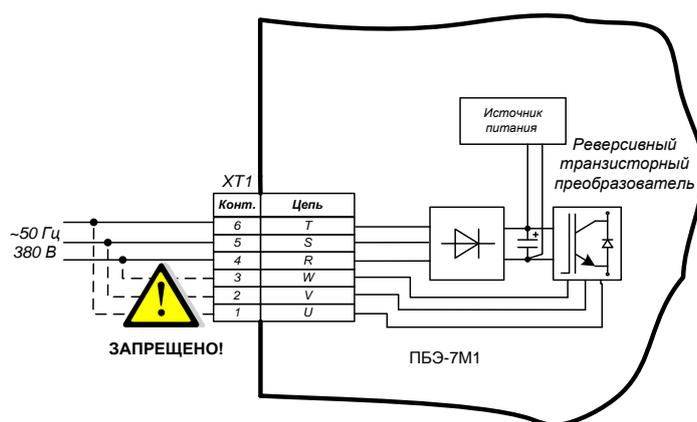

Рисунок 6 - Схема подключения сетевого напряжения к выходным контактам разъемов
**ВНИМАНИЕ: ЗАПРЕЩАЕТСЯ ПОДАВАТЬ СЕТЕВОЕ НАПРЯЖЕНИЕ ПИТАНИЯ НА ВЫХОДНЫЕ КОНТАКТЫ РАЗЪЕМА С МАРКИРОВКОЙ "U", "V", "W", ПРЕДНАЗНАЧЕННЫЕ ТОЛЬКО ДЛЯ ПОДКЛЮЧЕНИЯ ЭЛЕКТРОДВИГАТЕЛЯ, В ПРОТИВНОМ СЛУЧАЕ ЭТО МОЖЕТ ПРИВЕСТИ К ВЫХОДУ ИЗ СТРОЯ ПБЭ-7М1 (СМ. РИС. 6).**